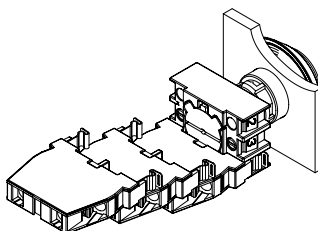
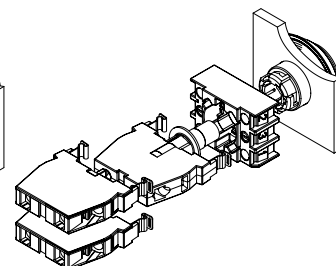

Abb. 2
Abb. 3
- Die Montage der Kontaktelemente des EF-Kontaktsystems erfolgt durch Aufsnappen an den Positionen 1 bis 3 am Montageflansch (siehe Abb. 2). Die mittlere Position (Pos. 3) ist für die Montage von Leuchtelementen bei Geräten mit Beleuchtung (siehe Abb. 3) vorgesehen.